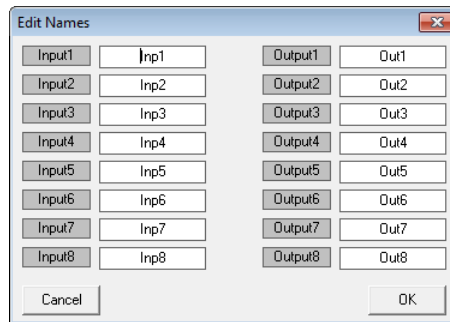

Abb. 33 Fenster „Edit Names“
- 1) Auf einen „Reiter“ der Ansicht „Inputs“ oder der Ansicht eines Ausgangs doppelklicken. Das Fenster „Edit Names“ (Abb. 33) wird eingeblendet.